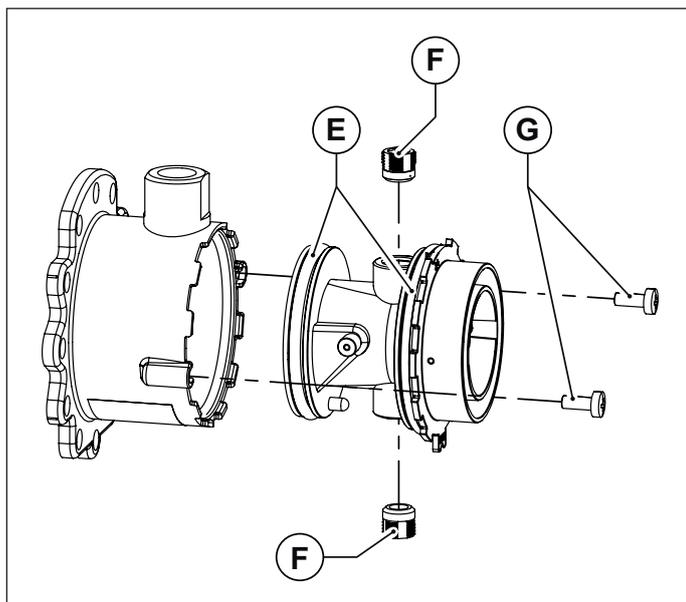
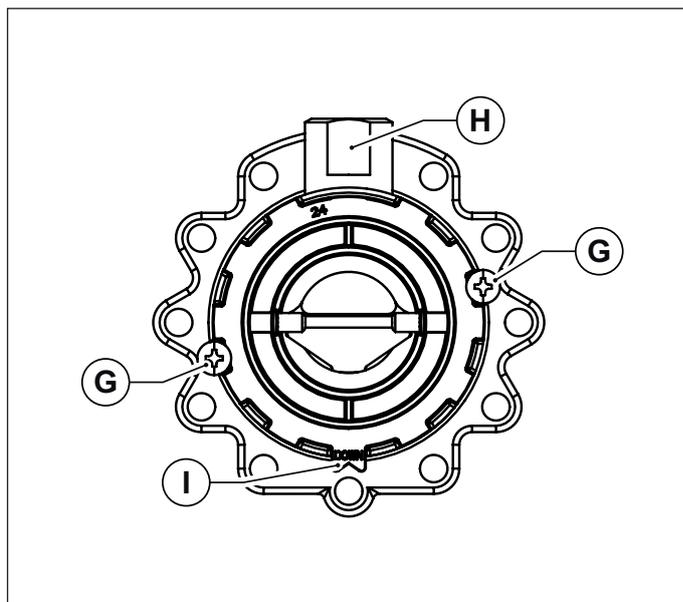

Fig. 31 Corpo in plastica del misceatore
Fig. 32 Orientamento di montaggio
- Sfilare il corpo in plastica del miscelatore, svitando le due viti di fissaggio (vedi Fig. 31 Corpo in plastica del miscelatore).
- Svitare i due ugelli del miscelatore utilizzando una chiave a brugola da 6 mm (vedi Fig. 31 Corpo in plastica del miscelatore).
- Rimontare il corpo in plastica (Venturi) inserendolo nel miscelatore e avvitandolo con le viti di fissaggio, avendo cura di non danneggiare le guarnizioni o-ring che sono montate agli estremi del corpo in plastica (vedi Fig. 31 Corpo in plastica del miscelatore) e di rispettare l'orientamento di montaggio (vedi Fig. 32 Orientamento di montaggio).
- Montare il mixer riassembleto al ventilatore con le viti a brugola, avendo cura di riposizionare, fra mixer e ventilatore, l'o-ring di tenuta (vedi Fig. 31 Corpo in plastica del miscelatore).